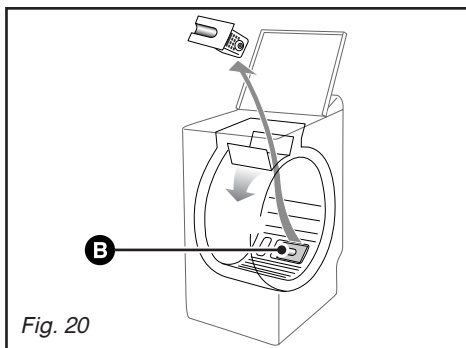

Fig. 20
– tournez légèrement le tambour, portillons ouverts, vers l'avant de la machine (Fig. 20)
– retirez-le de son logement (Fig. 20)